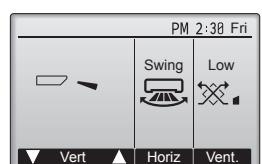

Abb. 7-4
- Drücken Sie die [AUSWAHL]-Taste, um den Vane-Bedienebildschirm aufzurufen, und prüfen Sie dann mit Tasten [F1] und [F2] die automatische Flügelbewegung. (Abb. 7-4)